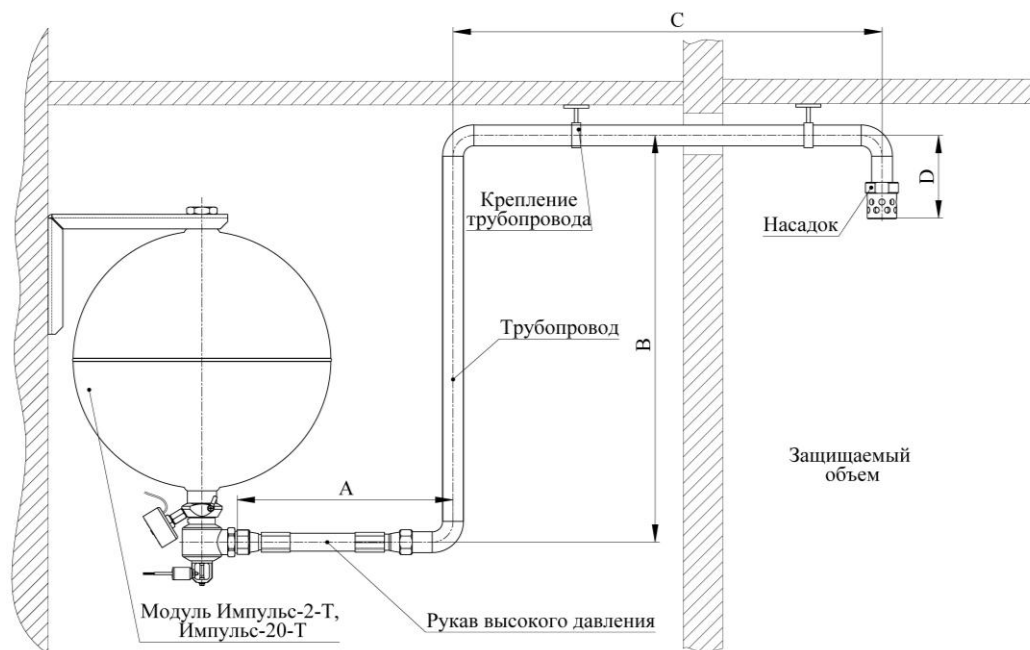

Рисунок 7.1– Условная схема монтажа модуля с использованием трубопровода
7.2.3 При монтаже модуля типа Импульс-2-Т и Импульс-20-Т вне защищаемого помещения возможна подача ГОТВ с использованием трубопровода (рисунок 7.1).
7.2.3.4 Длина отводящего трубопровода с учетом РВД (A+B+C+D, рисунок 7.1) не должна превышать три метра. Количество поворотов трубопровода не более трех.